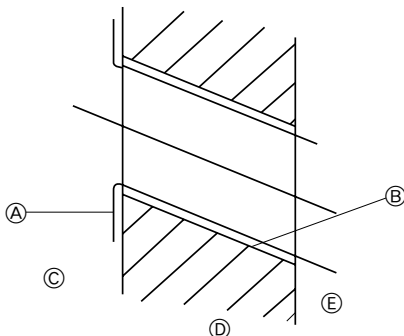

Fig. 3-3
2) Boru deliğinin delinmesi (Fig. 3-3)